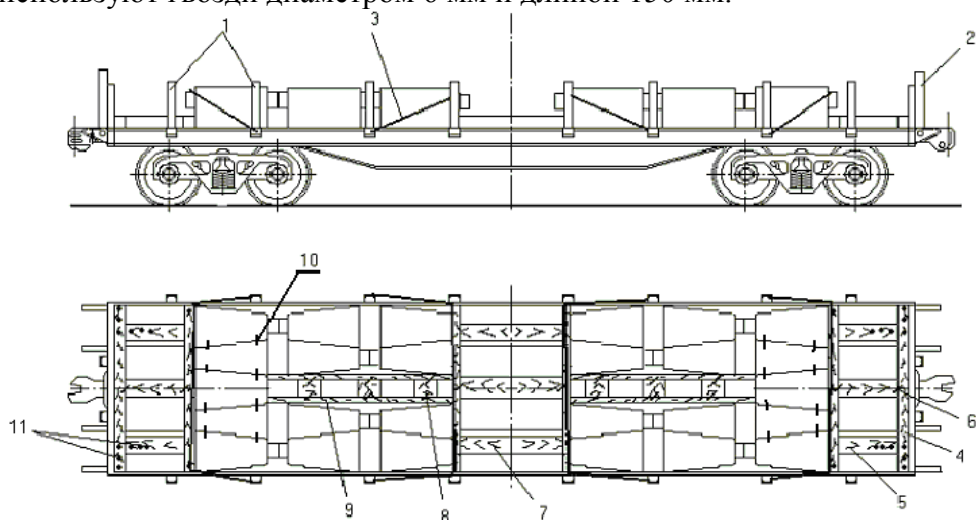

Рисунок 122
6.8. Изложницы массой до 2,8 т включительно размещают на платформе симметрично относительно продольной и поперечной плоскостей симметрии вагона двумя группами по 13 штук (рисунок 122). У торцевых бортов, подкреплённых короткими стойками, а также вплотную к изложницам с обеих сторон каждой группы укладывают упорные бруски размерами 100x100x2750 мм. Каждый брусок прибивают к полу десятью гвоздями длиной не менее 150 мм. Между упорными брусками укладывают по три распорных бруска (поз.7) сечением не менее 100x100 мм и длиной по месту. Все крайние распорные бруски прибивают к полу гвоздями по пять штук на каждый брусок. Распорные бруски (поз.7) в середине платформы скрепляют с упорными брусками скобами из прутка диаметром 10 мм, по одной скобе в каждое соединение. От поперечного смещения изложницы крепят шестью распорными брусками (поз.8) и четырьмя упорными брусками (поз.9) сечением не менее 70x80 мм и длиной по месту, которые между собой скрепляют скобами, по одной скобе в каждое соединение. От продольного смещения изложницы крепят четырьмя парами растяжек из проволоки диаметром 6 мм в четыре нити. Крайние у торцевых бортов изложницы увязывают между собой увязками из проволоки диаметром